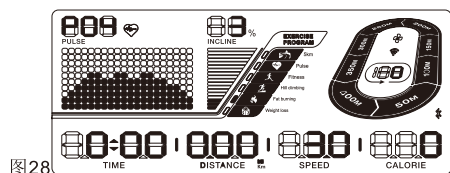

图28
2. 我们为您在面板上设置了燃脂训练程式快捷键, (图28所示)。